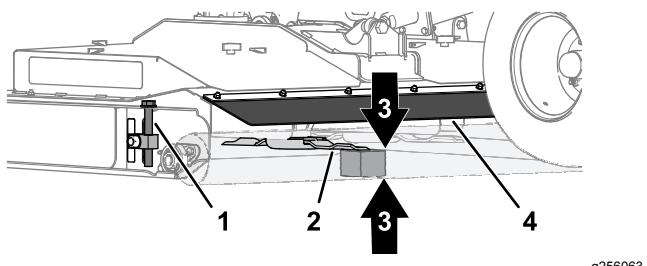

Рисунок 80
- Находясь в задней части деки газонокосилки, поднимите заднюю заслонку и вставьте деревянный бруск толщиной 51 мм между задним концом среднего ножа газонокосилки и землей (Рисунок 80).